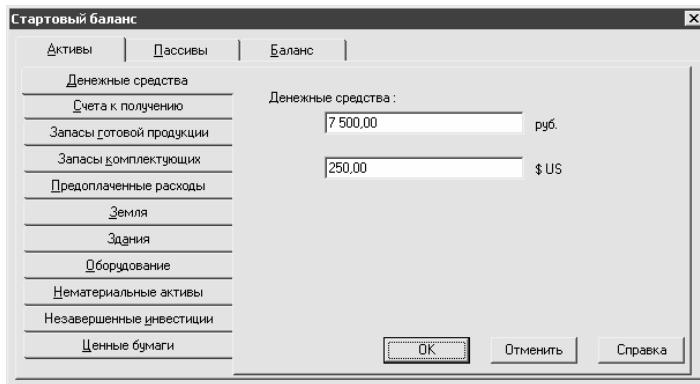

Рис. 4.18. Ввод стартового баланса, вкладка Активы
- Для перехода в подраздел «Стартовый баланс» нажмите в разделе «Компания» (см. рис. 4.16) кнопку Стартовый баланс. В результате на экране откроется окно, изображенное на рис. 4.18.
Информация о начальном остатке денежных средств вводится на вкладке Денежные средства (см. рис. 4.18). Здесь указывается общая сумма всех денежных средств, которыми располагает предприятие: деньги на расчетном счете в банке, наличные деньги в кассе предприятия, выданные сотрудникам под отчет денежные средства, и т.п. Остаток денег можно указать как в первой, так и во второй валютах проекта.